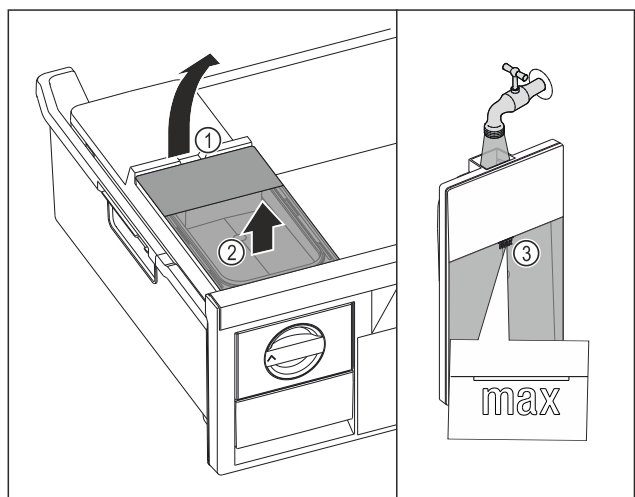

Fig. 71
- ▶ Підняти бак для води за заглиблення Fig. 71 (1).
- ▶ Вийняти бак для води рухом вгору. Fig. 71 (2)
- ▶ Наповнити бак для води питною водою до позначки Fig. 71 (3).